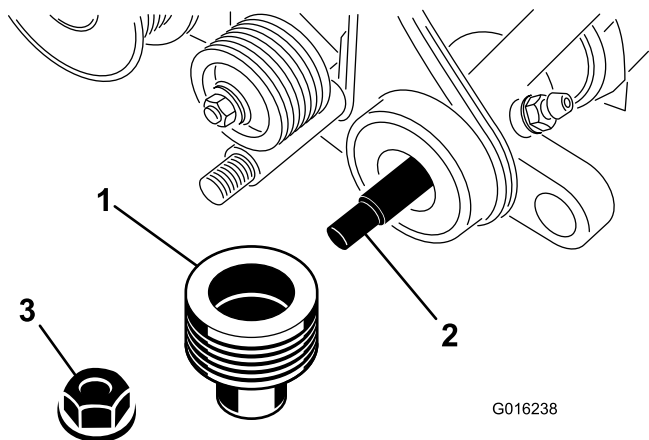

Figura 6
6. Retire la contratuerca con arandela prensada que sujeta la polea arrastrada al extremo del eje del groomer (Figura 6). Retire la polea.